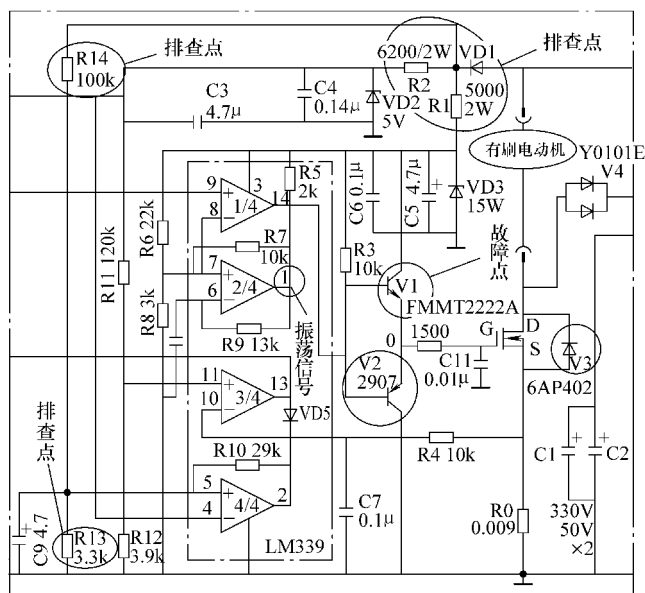

图 7-47 新旭 24V/180W 有刷电动自行车保护和驱动电路原理截图
图文解说：此类故障应重点检查控制器保护电路和驱动电路。具体主要检查保护电路 R14、R13、VD1、R2、R1 是否正常，驱动电路 V1、V2、V3 是否正常。该车控制局部电路原理如图 7-47 所示，首先，使用万用表频率档测量集成电路 LM339①脚有无振荡信号；支起电动自行车中撑，使后轮悬空，转动调速手柄，并同时测量 LM339②脚、⑬脚、⑭脚、⑮脚电压是否正常；若测出均无电压，则说明保护电路的 R14、R13、VD1、R2、R1 任意一只元器件有可能存在损坏或变值；若测得上述元器件均正常，则说明保护电路正常；接下来，对驱动电路 V1、V2、V3 等器件分别进行检测，结果发现 V1 损坏。采用 FMMT2222A ($V_{\text{CBO}} = 75\text{V}$, $V_{\text{CEO}} = 40\text{V}$, $I_{\text{C}} = 600\text{mA}$, $P_{\text{tot}} = 330\text{mW}$) 代换即可排除故障。